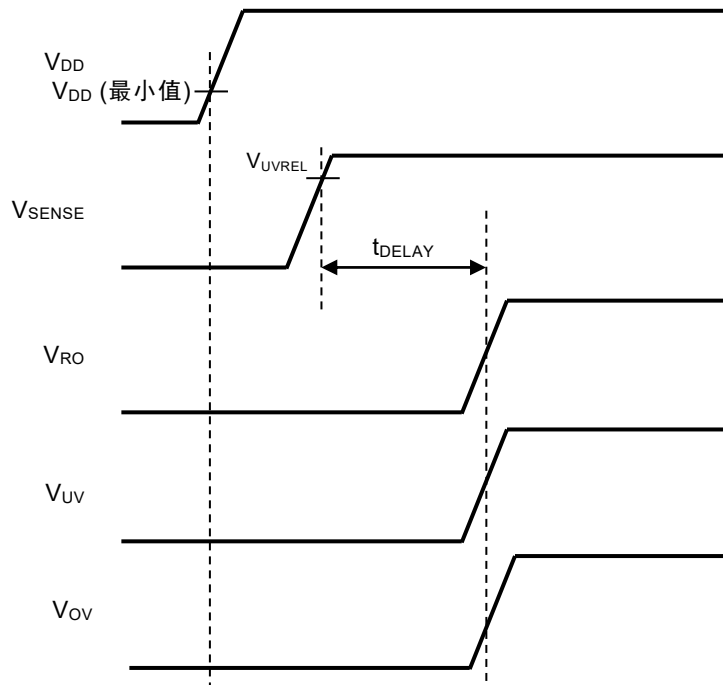

图35
- (1) 按VDD端子、SENSE端子的顺序接通 (参阅图35)
- (2) VDD端子和SENSE端子同时接通